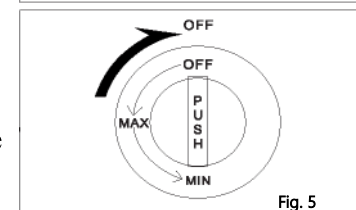

Fig. 5
- Une fois le travail terminé, remettez le contacteur d'allumage sur OFF et assurez-vous que le brûleur est éteint (Fig. 5)